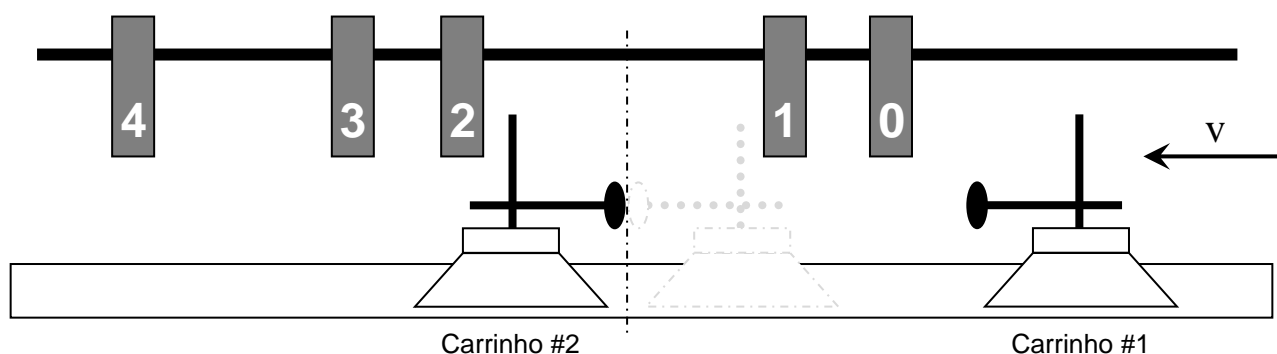

Figura 1. Diagrama esquemático do trilho de ar, com os carrinhos posicionados antes de cada colisão.
A configuração inicial do experimento está ilustrada no desenho da figura 1. Neste experimento vamos numerar os cinco fotossensores como 0, 1, 2, 3, 4, contando a partir da extremidade do trilho no qual um dos carrinhos vai ser inicialmente posto em movimento. O carrinho 2 está inicialmente em repouso próximo ao sensor 2 ou 3. O carrinho 1 se move com velocidade constante e seu movimento é medido entre os sensores 0 e 1. Ele colide com o carrinho 2 em uma colisão elástica (por causa das molas presas aos carrinhos), e o carrinho 1 para. O carrinho 2 começa a se mover com velocidade constante como resultado da colisão e seu movimento é medido entre os sensores 2 e 3 ou os sensores 3 e 4 (dependendo do kit no Laboratório). Desse modo, a distância entre os fotossensores 1 e 2 deve ser apenas um pouco maior que a distância mínima entre as hastes verticais dos carrinhos durante a colisão.
4. Acione a chave inversora para liberar o carrinho 1 e anote os tempos relativos aos intervalos entre os sensores 0 e 1 e entre os sensores 2 e 3 (vide figura 1). Anote
4. Acione a chave inversora para liberar o carrinho 1 e anote os tempos relativos aos intervalos entre os sensores 0 e 1 e entre os sensores 2 e 3 (vide figura 1).